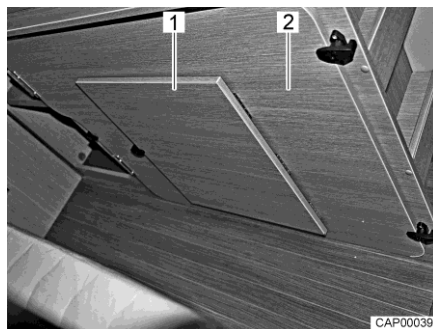

Bild 43 Stödplatta vid höger sänggram
- Ta dessutom upp stödplattan (Bild 43,2) från höger sänggram bak.
- Fäll ut fotstöd (Bild 43,1) på stödplattan.